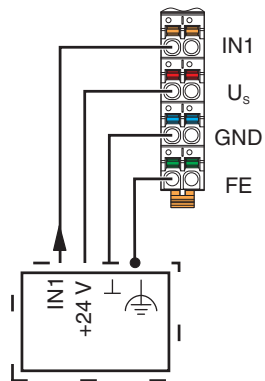

Abb. 7-18 4-Leiter-Anschluss bei digitalen Modulen
**Sensor** Abb. 7-18 zeigt den Anschluss eines geschirmten 4-Leiter-Sensors.